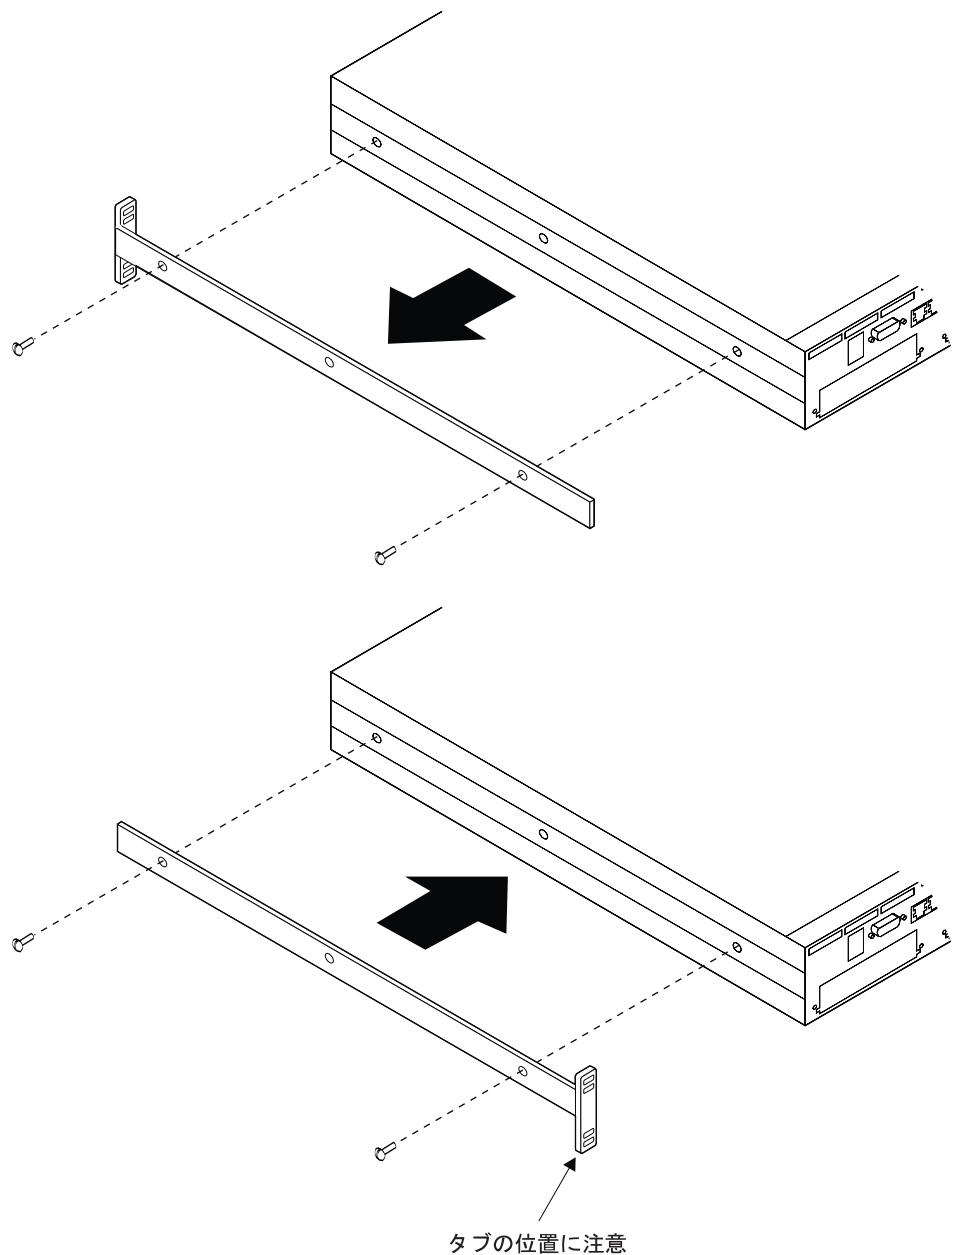

図4. ラック・マウント・ブラケットの回転
1. ドライバーを用い、図4 に示されているように、8239 の側面にマウント・ブラケットを固定している片側 2 個ずつのねじを、4 個すべて取り外します。